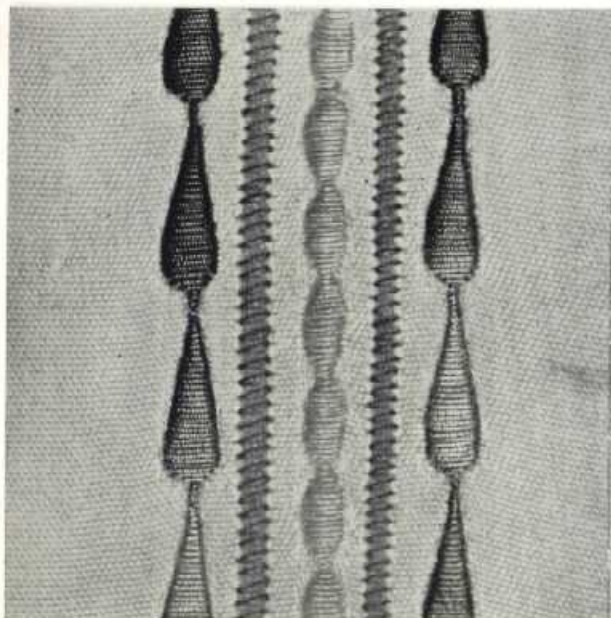

Fig. 101
1. NECCHI-MATIC BORDERS (Fig. 101)